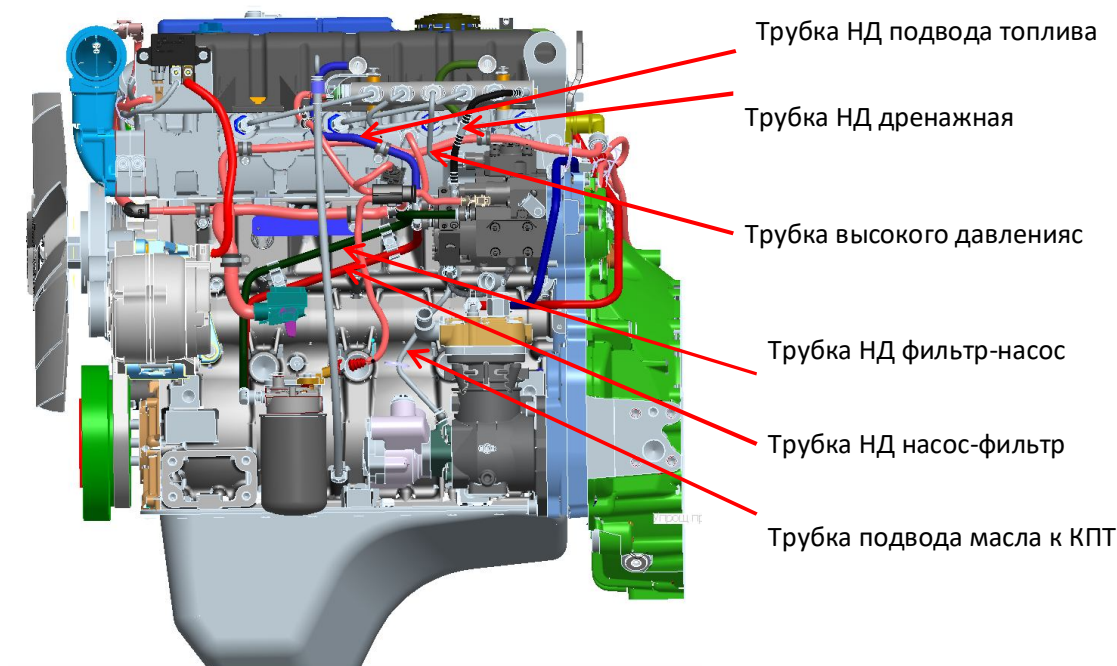

Рис. 2
4. Демонтировать трубку высокого давления, Ключ S19, S22. Демонтировать трубки низкого давления (см Рис. 2). При извлечении трубок из разъемов использовать две плоские отвертки и не допускать повреждение разъемов при приложении чрезмерных усилий.